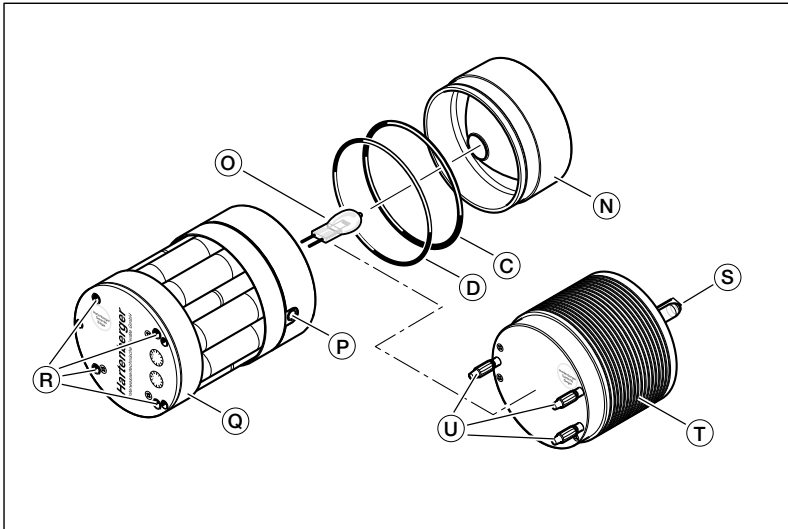

Abb. 2: Gehäuseeinschub
**Das Gasentladungsmodul (Abb.2) darf nur im geschlossenen Lampengehäuse in Betrieb genommen werden. Ein defekter Brenner muss aus Sicherheitsgründen werkseitig oder von einem autorisierten Fachhändler gewechselt werden. Bei Selbsteinbau erlischt die Garantie.**